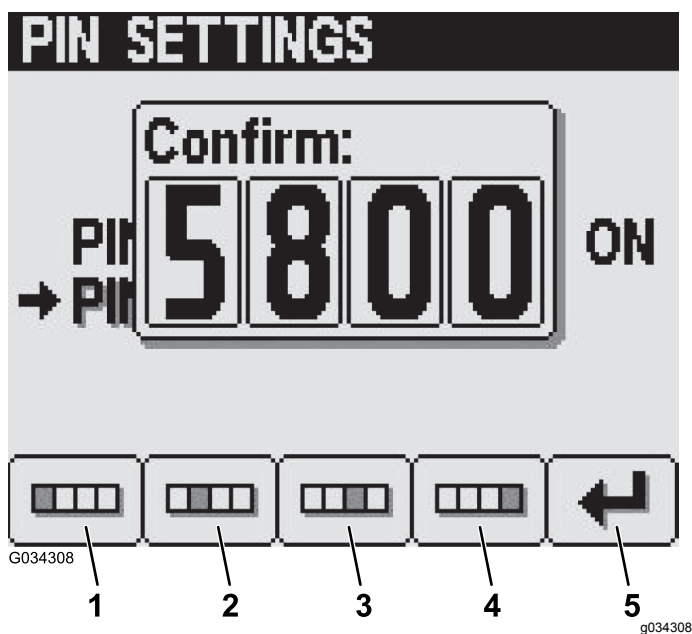

图 30
6. 使用 1 号到 4 号按钮确认您的新 PIN 输入完成后按 5 号按钮图 30。
注意 确认 PIN 设置之后图 30 Pin Correct Pin 纠正屏幕将显示约 5 秒钟。